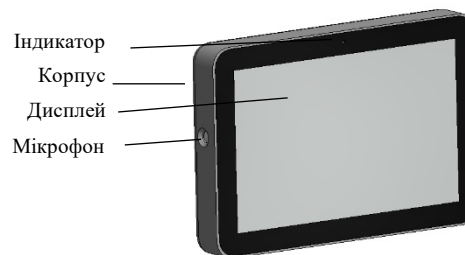

Рисунок 1.1 – Загальний вигляд
5.3.1 Від'єднайте планшет від монтажної панелі та натисніть на кнопку включення-виключення (див. рисунок 1.1). До повного вимкнення планшет здійснює збереження налаштувань і коректне завершення роботи операційної системи.